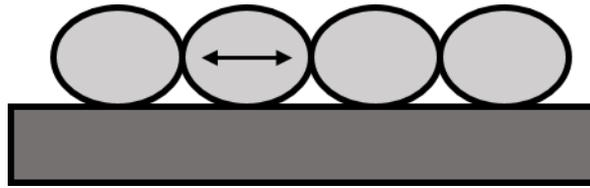

Рис. 1. Измерение сечения шнура методом рядов.
3. Измерение площади сечения может быть сделано несколькими методами. Самый простой из них — метод рядов. В нем шнур наматывается на любой цилиндрический объект виток к витку. По линейке определяется толщина намотки, откуда можно сделать вывод о диаметре шнура. Такой метод обладает большой систематической ошибкой в сторону завышения результата для диаметра, ведь при намотке шнура на цилиндрический объект в нем возникают упругие напряжения вдоль оси шнура и вдоль радиальной оси цилиндрического объекта, которые приводят к изменению геометрических размеров шнура (см. рисунок 1). Это дает существенную ошибку в измерениях диаметра, особенно заметную в случае измерения при больших силах растяжения. Эффект этот тем больше, чем меньше радиус кривизны цилиндрической поверхности. Особенно наглядно его можно наблюдать, если вместо цилиндрической поверхности наматывать шнур на линейку. В этом случае отчетливо видно, что толщина шнура в местах перегиба существенно больше, чем на прямых участках.